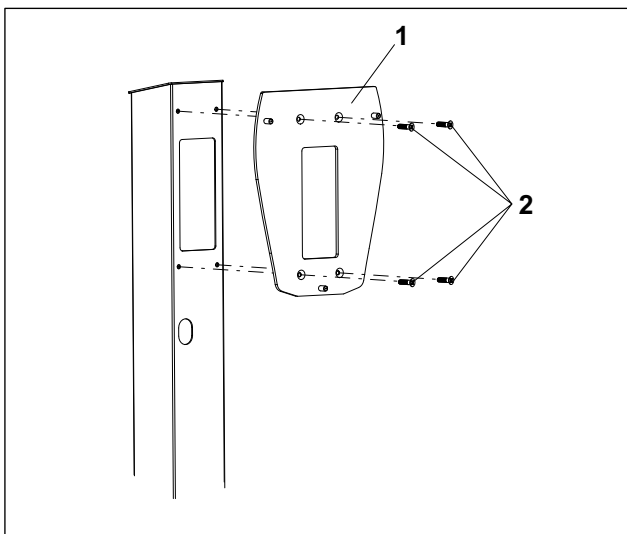

Fig. 1 Fissaggio della piastra adattatrice
1. Fissare la piastra adattatrice (fig. 1/1) alla stele mediante le quattro viti a testa svasata M6x16 (fig. 1/2) in dotazione. Coppia di serraggio 7 Nm.